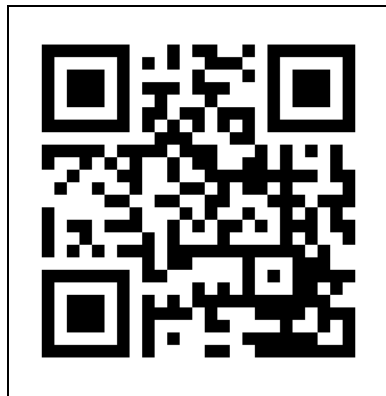

Abbildung 16
1. Öffnen Sie das Eurom Smart App-Handbuch mit dem QR-Code (Abbildung 16) oder gehen Sie zu www.eurom.nl/nl/manuals.
2. Ziehen Sie den Netzstecker aus der Steckdose (Abbildung 16).